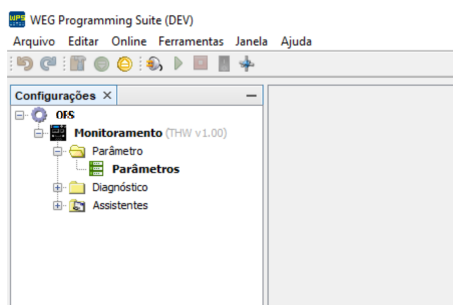

Figura 6.8: Configurações disponíveis
- A aba “Configurações” se abre na lateral esquerda da tela, conforme mostra a Figura 6.8.